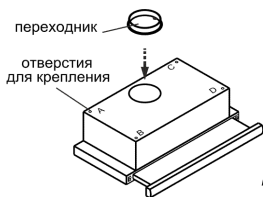
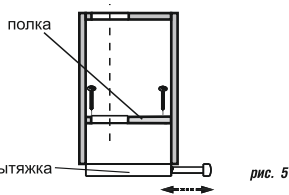

рис. 4
рис. 5
- 6.1 Установите пластиковый переходник и зафиксируйте его защелками (рис. 4) (для всех, кроме вытяжек Интегра S2 60Н(П)-700-В2Д и Интегра Glass 60Н(П)-650-В2Л).
- 6.3 Крепление кухонной вытяжки к верхней полке над плитой (рис. 4, рис. 5):
- вырежьте дополнительное отверстие в полке шкафа (рис. 5) для воздуховода при работе в режиме «вытяжки» и для свободного прохождения воздуха при работе в режиме «рециркуляции».
- снимите алюминиевый фильтр (рис. 4);